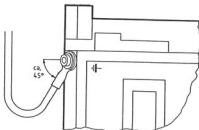

Fig 14 - Geräteerdung, Ansicht von oben
- Erdkabel anschliessen (für jedes Gerät ist ein von hinten links kommendes Erdkabel vorbereitet). Dieses am Gerät oben hinten gemäss Fig 14 anschliessen. Reihenfolge der zugehörigen Teile von oben nach unten: Innensechskantschraube, Kabelschuh, Fächerscheibe.